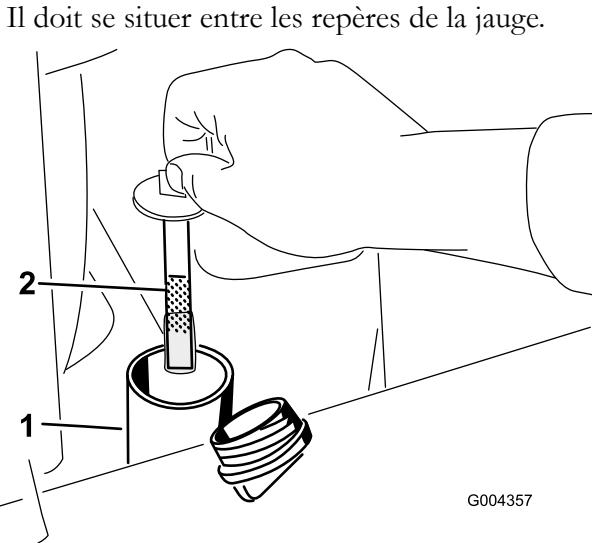

Figure 18
- Enlevez le bouchon du goulot de remplissage et vérifiez le niveau de liquide sur la jauge (Figure 18).